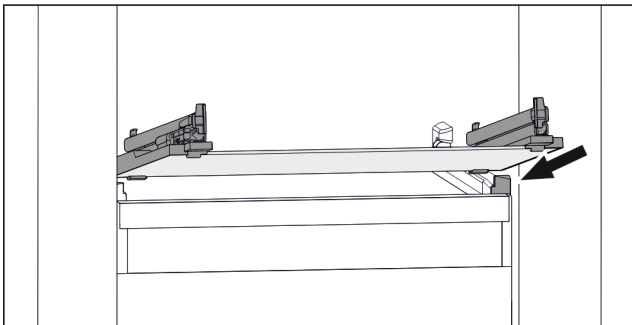

Fig. 48 Stiklinės lentynėlės atvaizdo pavyzdys
- ▶ Uždėkite stiklinę lentynėlę įstrižai už stabdiklių. (žr. Fig. 48)